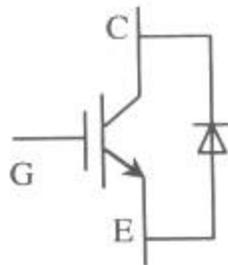
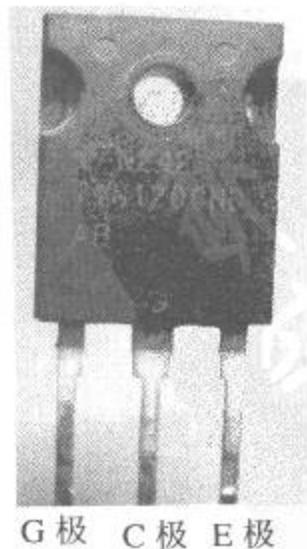

图 6-23 带阻尼 IGBT 管
图 6-24 IGBT 管实物及引脚排列图
到目前为止，IGBT 管还没有统一的图形符号规定，最常用的符号如图 6-23 所示。其引脚顺序一般是从管子正面自左至右排列，依次是门极 (G)、集电极 (C)、发射极 (E)。其实物图如图 6-24 所示。